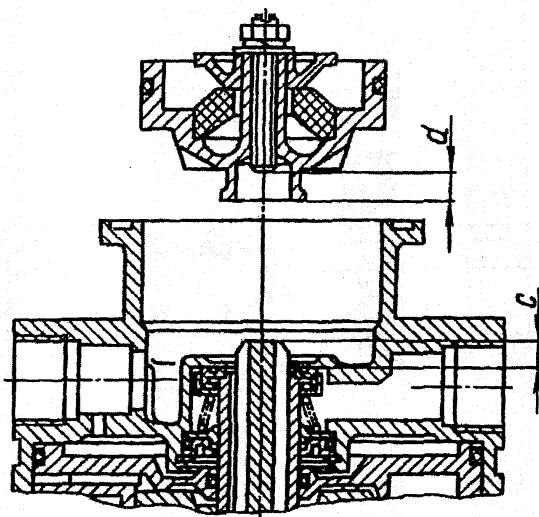

Рис. 84. Установка верхнего поршня тормозного крана
3. При установке верхнего поршня замерить расстояние С (рис.84) – выступание хвостовика малого поршня над клапаном. С помощью регулировочного винта на верхнем поршне установить расстояние $d = (c + 0,8)$ мм.